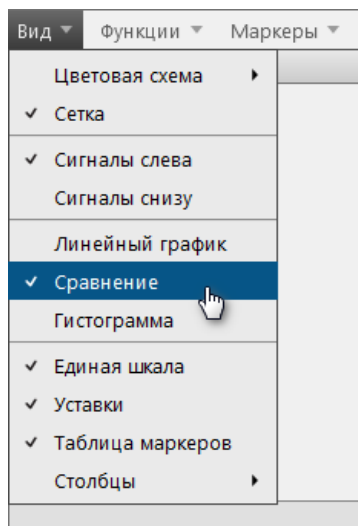

Рисунок 115 - Включить режим «Сравнение»
2. В открывшемся окне выберите **Вид** → **Сравнение** (Рисунок 115).